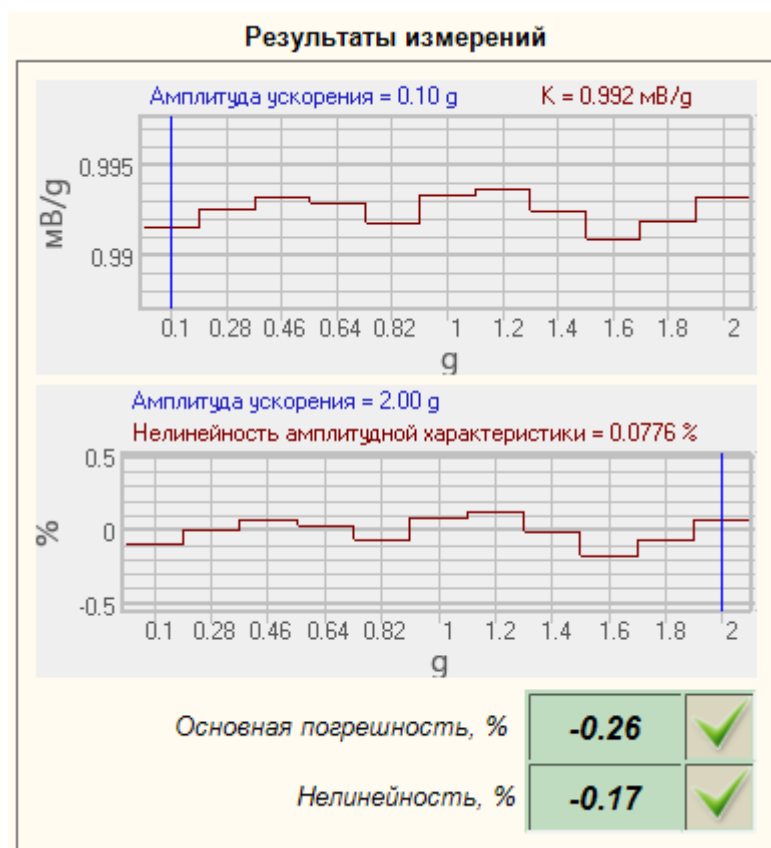

Рисунок 5.11 – Результаты измерений в амплитудном диапазоне
По результатам каждого измерения определяется основная погрешность вибропреобразователя (δ_{ai}) в процентах по формуле (3) и строится график «K(A)» (Рисунок 5.11).
Нелинейность амплитудной характеристики (δ_a) в процентах определяется по формуле (4) и строится график «Нелинейность амплитудной характеристики (А)» (Рисунок 5.11).